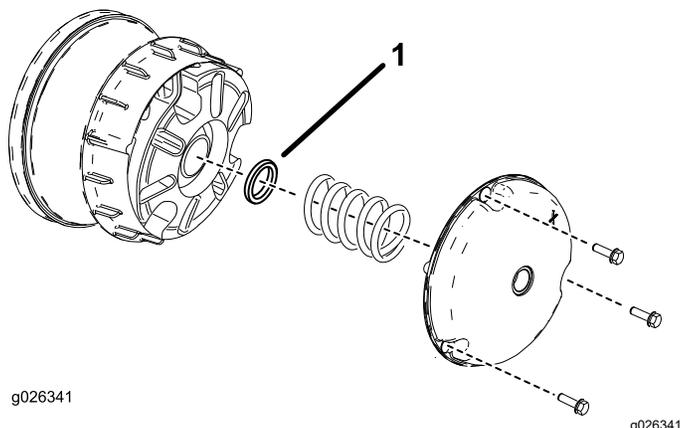

Рисунок 62
2. Отверните болты крепления крышки первичной муфты сцепления, как показано на Рисунок 62.